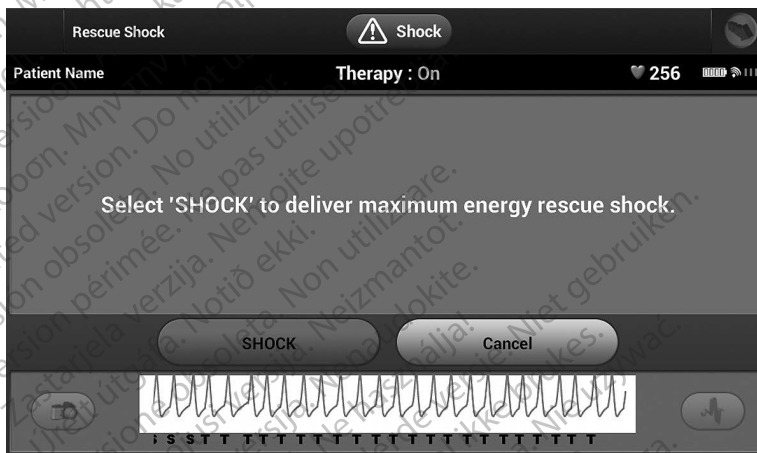

Figura 25: Ecranul Șoc de salvare
1. Selectați pictograma Șoc de salvare roșie aflată în partea de sus a ecranului programatorului. Este afișat ecranul Șoc de salvare (Figura 25).